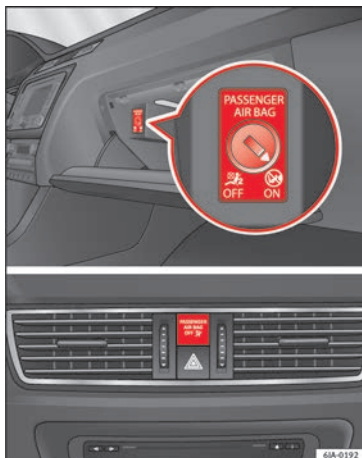

Abb. 81 Schalter für Beifahrer-Frontairbag/Kontrollleuchte für Abschaltung des Beifahrerairbags
- die Abschaltung des Airbags wird im Instrumententafelmittelteil durch Leuchten der Kontrollleuchte **OFF**  im Schriftzug **PASSENGER AIR BAG OFF**  signalisiert »» **Abb. 81** »» Seite 76.
- die Abschaltung des Airbags wird im Instrumententafelmittelteil durch Leuchten der Kontrollleuchte **OFF**  im Schriftzug **PASSENGER AIR BAG OFF**  signalisiert »» **Abb. 81** ③.
- Den Schlüsselbart in den für die Abschaltung des Beifahrerairbags vorgesehenen Schlitz einstecken »» **Abb. 81**. Dabei sollte der Schlüsselbart etwa zu 3/4 seiner Länge bis zum Anschlag eingeführt werden.